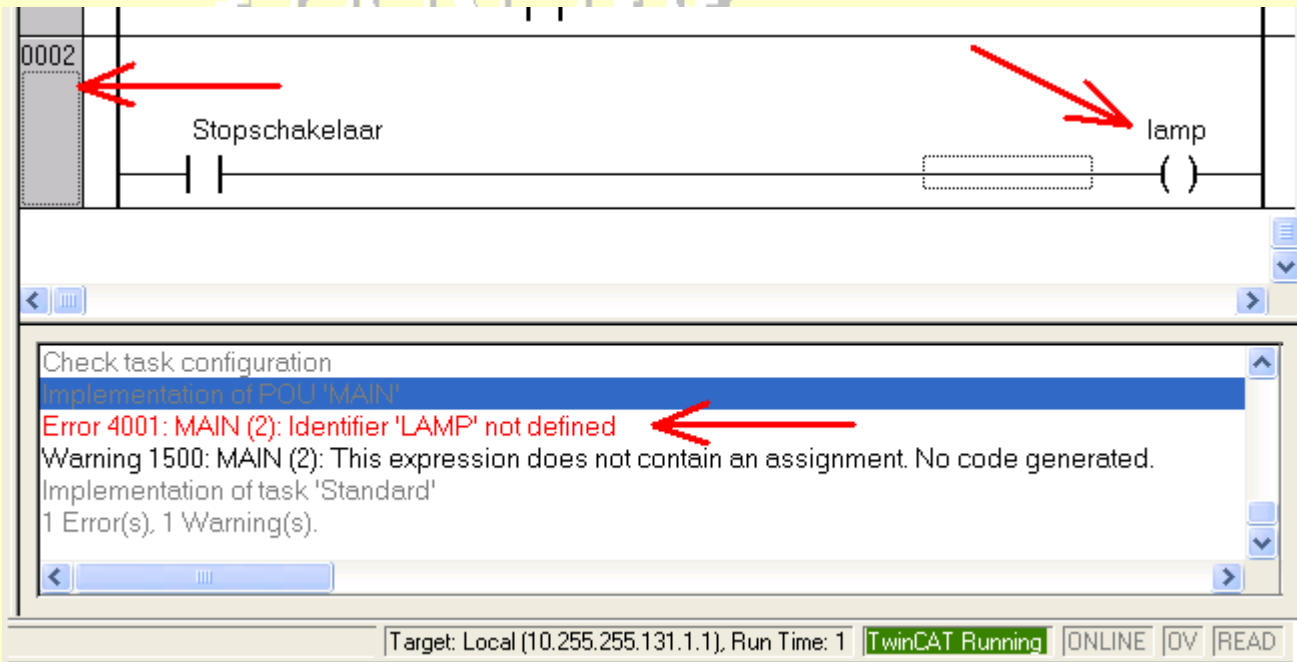

Fig.17.
Bij figuur **figuur 17** zie je een foutmelding en een waarschuwing (fig. 17: 1). De fout is in rode tekst weergegeven. Uit de melding “MAIN” (2)” leid je afleiden dat de fout zich bevindt in het tweede netwerk van programma “MAIN”. Door op de rode foutmelding 2x te klikken verschijnt netwerk met de fout in het venster erboven. Je ziet ook aan de zwarte stippellijn (fig. 17 : 2) dat de fout zich in dat netwerk bevindt.